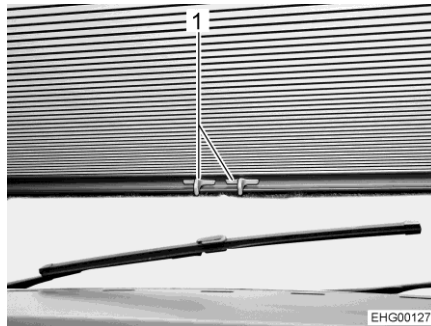

Fig. 44 Dispositif occultant plissé (pare-brise)
- Appuyer sur les poignées (Fig. 44, 1) et tirer le dispositif occultant vers le bas.